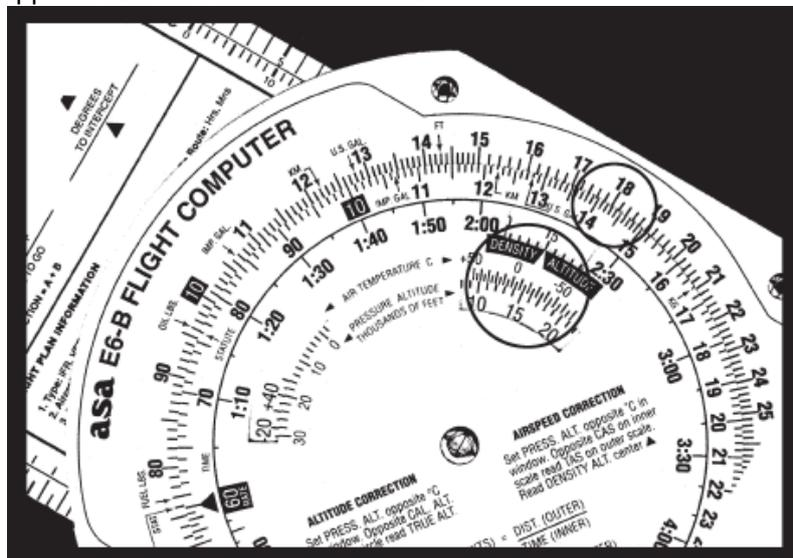

Figure 13
3. Lisez la *density altitude* en face de la flèche dans la fenêtre *density altitude*. Voir Figure 13.
La figure 13 montre une *pressure altitude* de 15 000 pieds réglée en face d'une température extérieure de -15 °C. Une vitesse corrigée de 145 nœuds se convertit en une vitesse vraie de 183 nœuds et une *altitude density* de 15 000 pieds dans ces conditions.